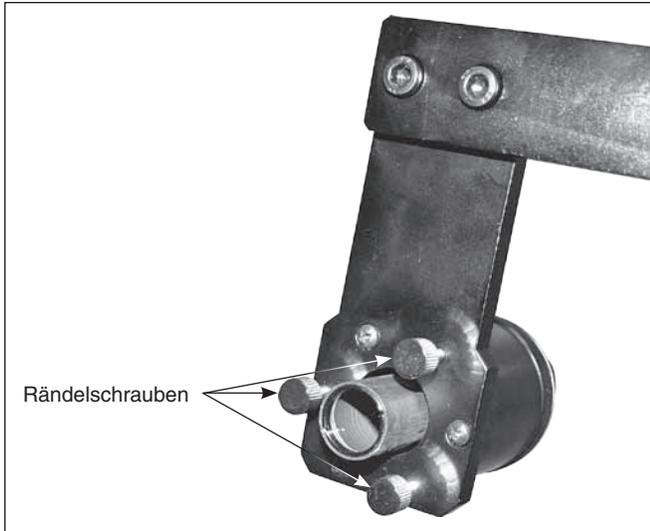

Abbildung 5. Polare Ausrichtung erfordert die Anpassung der drei Rändelschrauben auf der Rückplatte des Polsuchers.
5. Wenn das Objekt vom Kreuz abweicht, justieren Sie die drei in **Abbildung 5** dargestellten Rändelschrauben, um das Objekt wieder auf HALBEM WEGE zum Kreuz zurück zu bewegen.